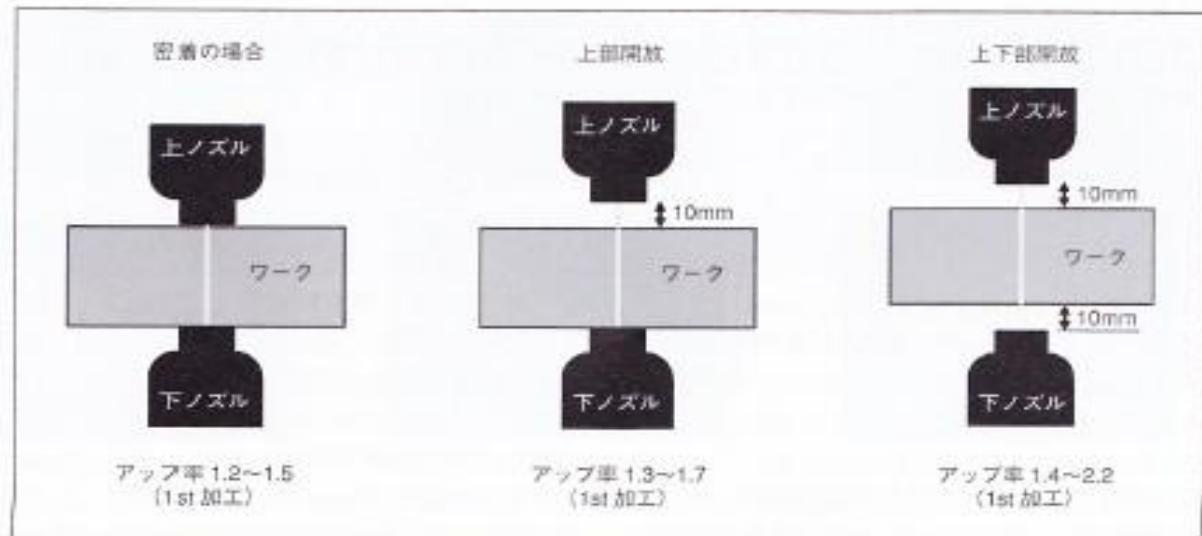

図2 ワークとノズル位置の改良率
- ① 加工速度のアップは1stのみであり、仕上げ加工においてはあまり大きな変化がない。
- ② ワイヤ線径、コーティングなどにおける効率の差はあまり見られない。
- ③ 加工するワークの材質によって効果が変化する（超硬で30%、鉄で40%アップ。AP500L_{φ0.1}~φ0.2ワイヤを使用）。
- ④ 三菱電機のPM回路によるE電源調整もしくは、牧野フライス製作所のオフアドに関しては従来の0~マイナスの使用領域が0~プラス使用できるようになる。
- ⑤ ワークとノズルの位置は図2のような改良半になる。